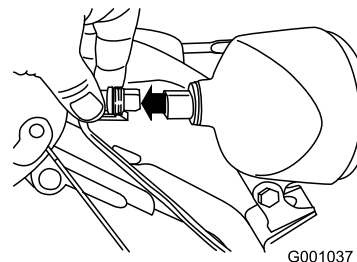

Figura 57
1. Togliete il connettore del cavo dal retro del faro (Figura 57).